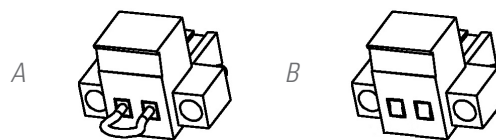

Fig. 19. Conector para el EPO externo.
- Ya bien al retirar el conector hembra del zócalo donde está insertado. Este conector lleva conectado un cable a modo de puente que cierra el circuito [ver Fig. 19-A].
- O al accionar el pulsador externo al equipo y de propiedad del usuario e instalado entre los terminales del conector [ver Fig. 19-B]. La conexión en el pulsador deberá estar en el contacto normalmente cerrado -NC-, por lo que abrirá el circuito al accionarlo.